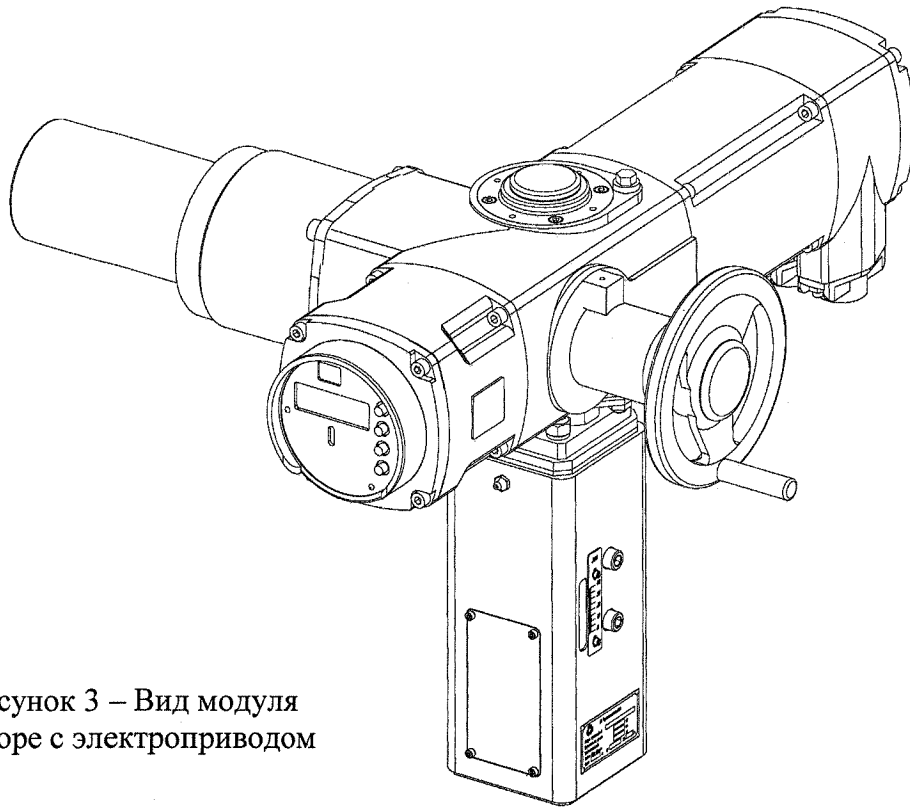

Рисунок 3 – Вид модуля в сборе с электроприводом
1.7 Модуль может поставляться отдельно или в сборе с электроприводом производства АО «Тулаэлектропривод» (рисунок 3). В обоих случаях изделия упакованы в невозвратную тару.